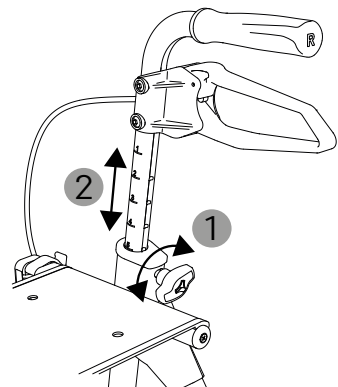

fig. 3
1. Allentare di due giri le viti di bloccaggio di entrambe le manopole di spinta in senso antiorario (1, fig. 3) senza allentarle completamente.
2. A questo punto le manopole di spinta possono essere regolate in altezza (2, fig. 3). Le manopole si posizionano automaticamente sui contrassegni. Quando le manopole scattano in posizione si sentirà un clac.
4. Una volta trovata la giusta altezza delle manopole di spinta, stringere nuovamente le viti di bloccaggio (1, fig. 3) (in senso orario).